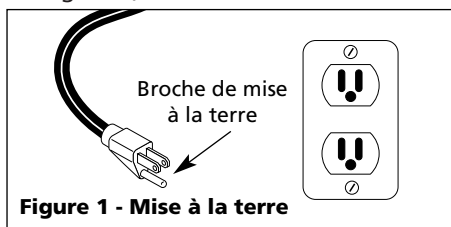

Figure 1 - Mise à la terre
- Ce produit exige un circuit mis à la terre de 120V, 15 ampères. (Voir la Figure 1).